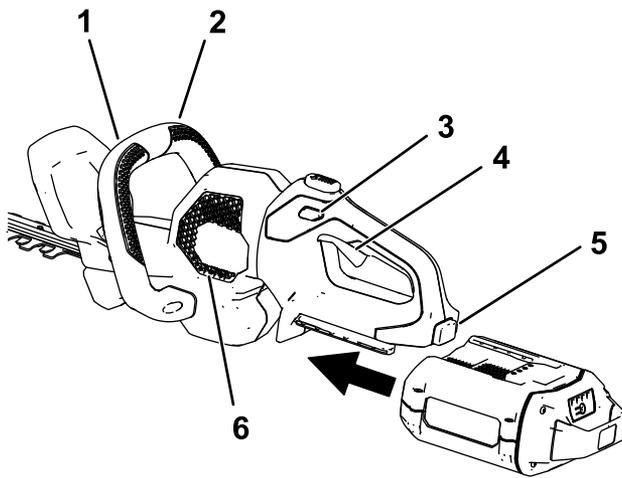

**Figura 6**
1. Retire la funda protectora de las cuchillas (Figura 6).